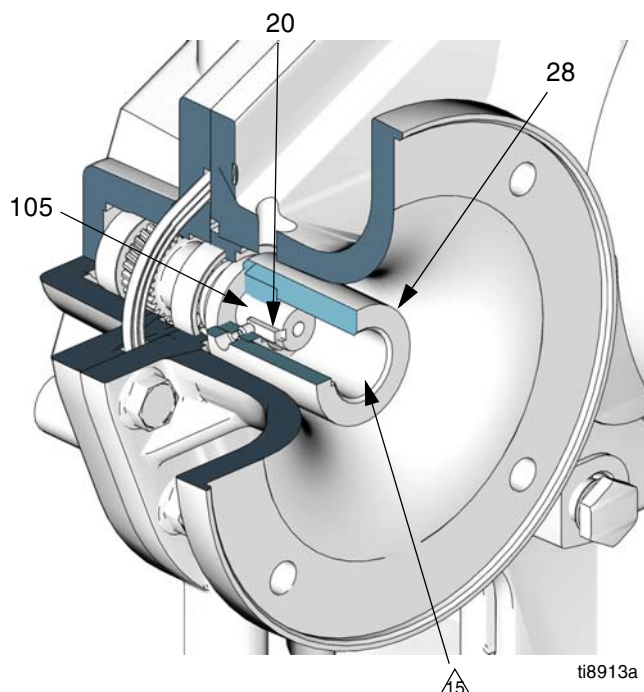

FIG. 10. Montering av motorkoppling
2. Se FIG. 10. Sätt i spårkilen (20) i kilspåret på ingångsaxeln (105). Skruva i de två låsskruvarna (31) i kopplingen (28) och se till att de inte går in i kilspåret eller hålet för ingångsaxeln i kopplingen.